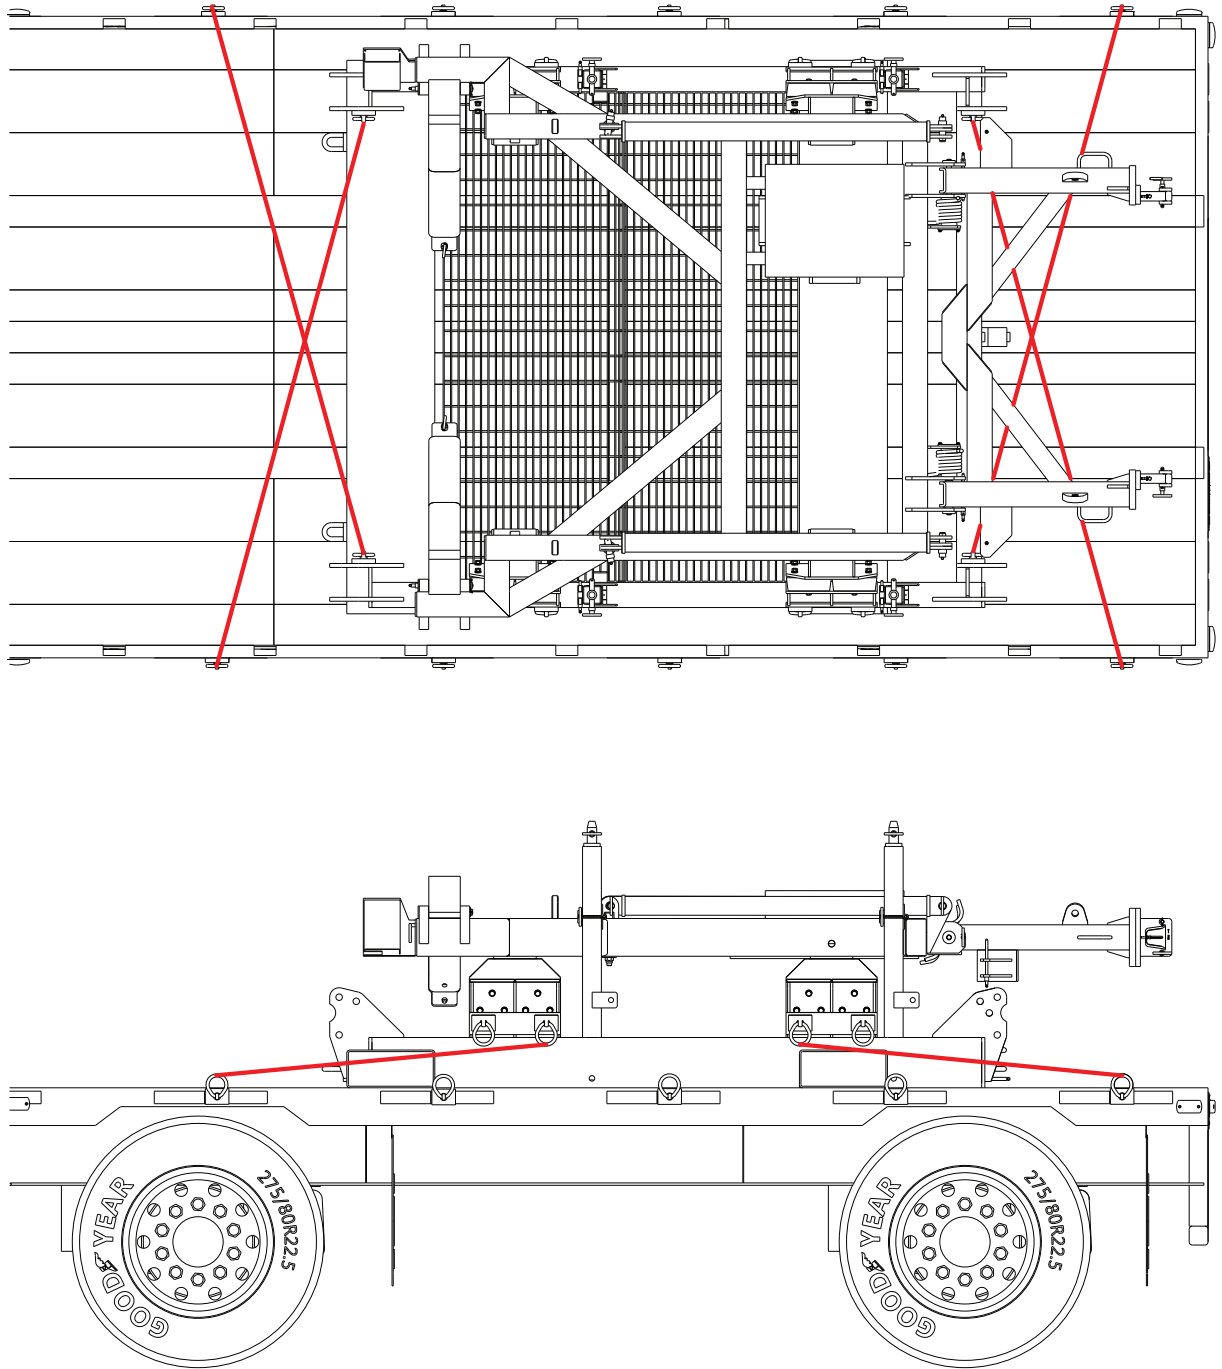

Figure 5.3-1 Truck Tie-Down
5.3 Truck Tie-Down (Illustration Figure 5.3-1)